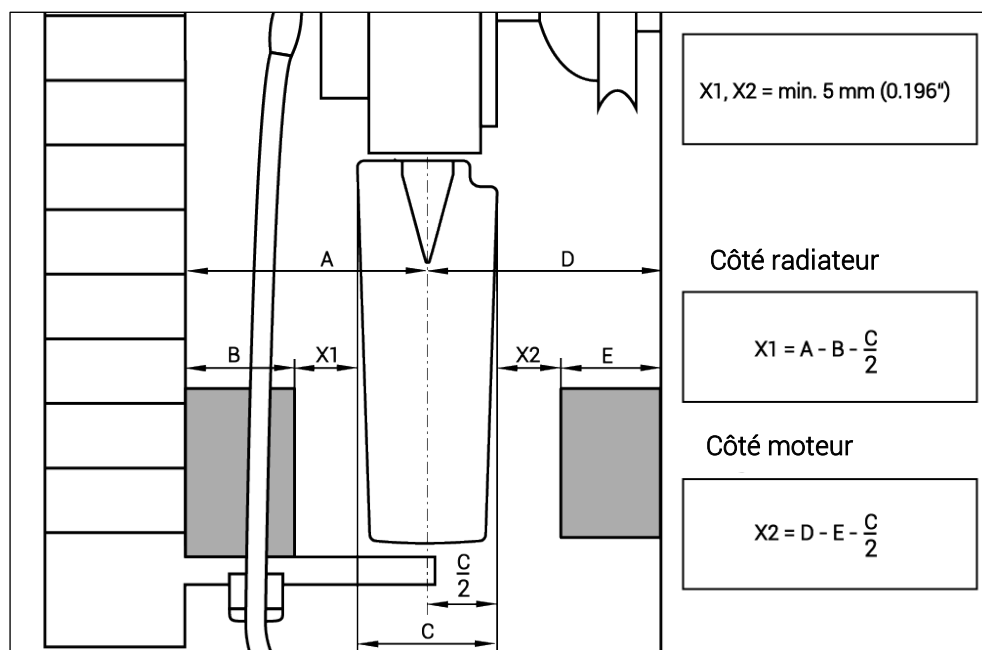

Fig. 38
33) Mesurer si des objets se trouvent dans cette zone (voir Fig. 38).